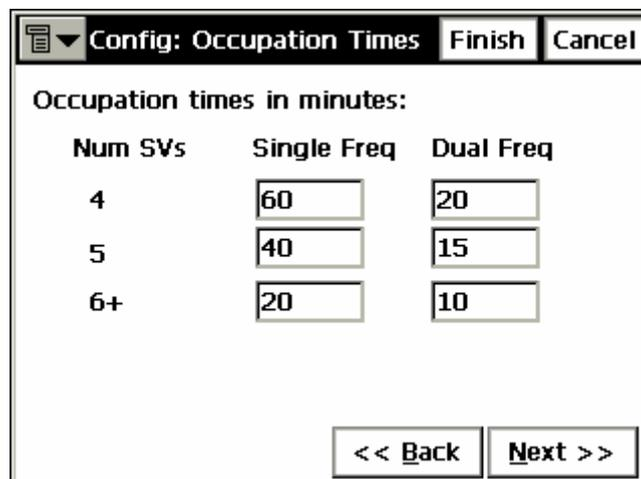

Рисунок 3-42. Настройка: время сбора данных
3. Введите параметры времени сбора данных - промежутки времени, необходимые для разрешения неоднозначности целых в обычных рабочих условиях (рис. 3-42 на стр. 3-29). Эти величины связаны с автоматическим режимом статической съемки с постобработкой, они зависят от числа доступных спутников и числа используемых частот.